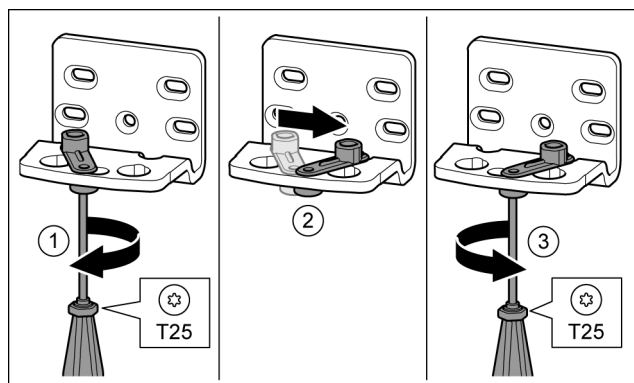

Fig. 17
- ▶ Schroef met de schroevendraaier T25 losdraaien. Fig. 17 (1)
- ▶ Deursluthulp optillen en 90° naar rechts in de opening draaien. Fig. 17 (2)
- ▶ Schroef met schroevendraaier T25 vastschroeven. Fig. 17 (3)